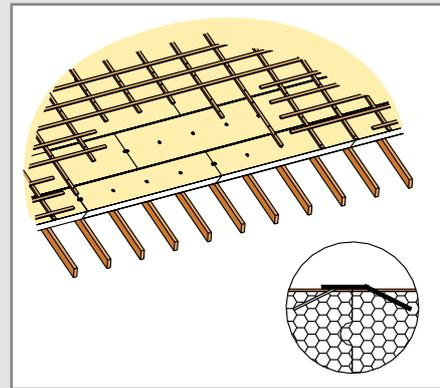

Fig. 27 : Fibratéc Chevron Évolution
- à l'aide d'une pointe munie d'une rondelle au centre de chaque panneau (fig. 27)
- au travers des contre-linteaux rapportés au droit des supports, à raison de 2 pointes par largeur de panneau (fig. 27).
Avant la pose des contre-linteaux, les joints longitudinaux entre parements couverture des panneaux sont calfeutrés à l'aide du profil PVC emboîté dans la rainure du panneau supérieur (fig.27). Les joints transversaux sont calfeutrés à l'aide de la bande adhésive aluminium.